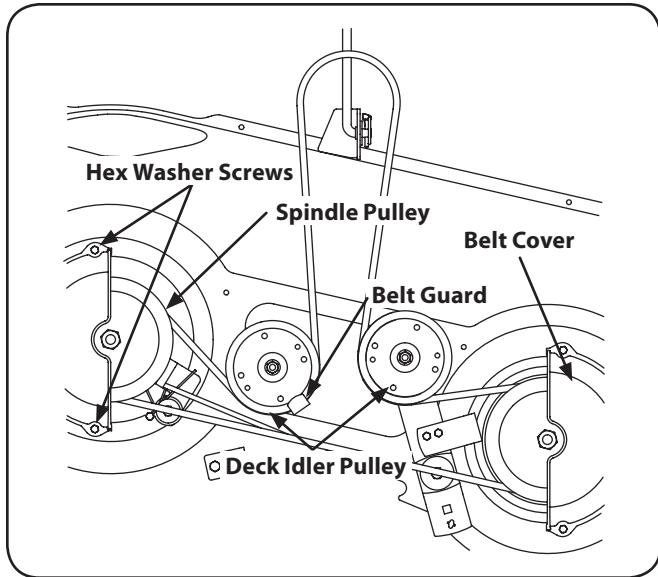

Figura 7-7
2. Retire la cinta cubre quitando los tornillos hexagonales que sujetan lavadora a la cubierta. Véase la figura. 7-7.
4. Retire con cuidado la cinta de cubierta de alrededor de las dos poleas del husillo y las dos poleas polea tensora de la cubierta. Véase la figura. 7-7.
5. Para colocar la correa nueva, empieza haciendo que el cinturón alrededor de las dos poleas exterior del huso, como se muestra en la figura. 7-7.
6. Luego, la cinta de ruta alrededor de las dos poleas de la cubierta como se muestra en la figura. 7-7.